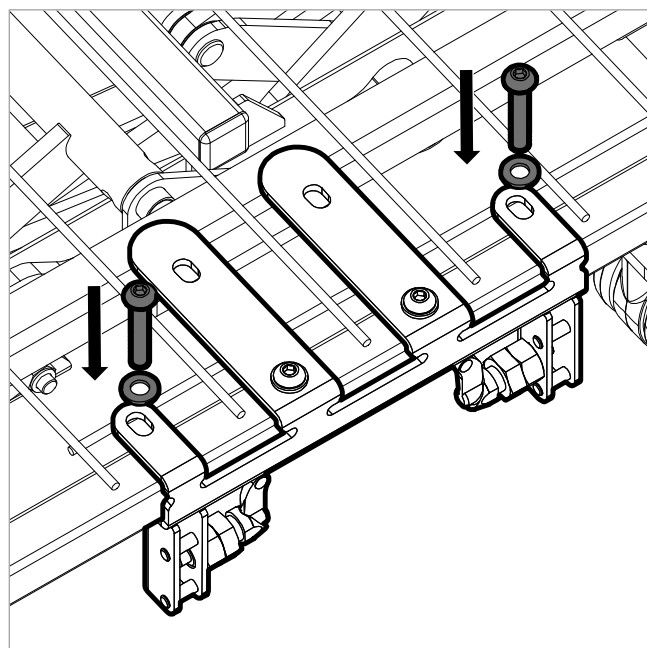

Figure 6.5
5. Insérez deux boulons et rondelles M8 x 45 mm dans les trous du support de montage dans la plaque inférieure et serrez avec la clé Allen de 5 mm (voir Figure 6.5).